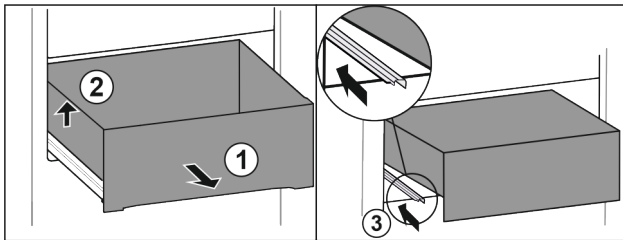

Fig. 88
- ▶ 将抽屉拉出至止挡。 Fig. 88 (1)
- ▶ 抬起抽屉左侧。 Fig. 88 (2)
- ▶ 推入左侧轨道。 Fig. 88 (3)